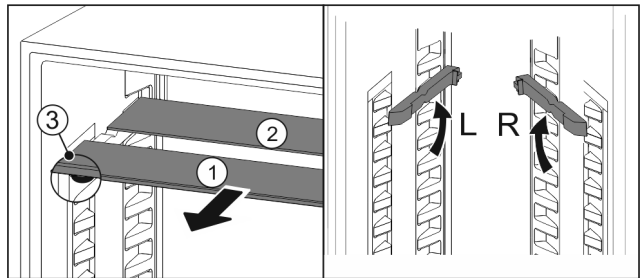

Fig. 81
- Издърпайте Fig. 81 (1) поотделно стъклените плочи напред.
- ▷ Стъклената плоча Fig. 81 (1) с декоративната лайстна е отпред.
- ▷ Ограничителите Fig. 81 (3) сочат надолу. Уреди с фризерно отделение:\*